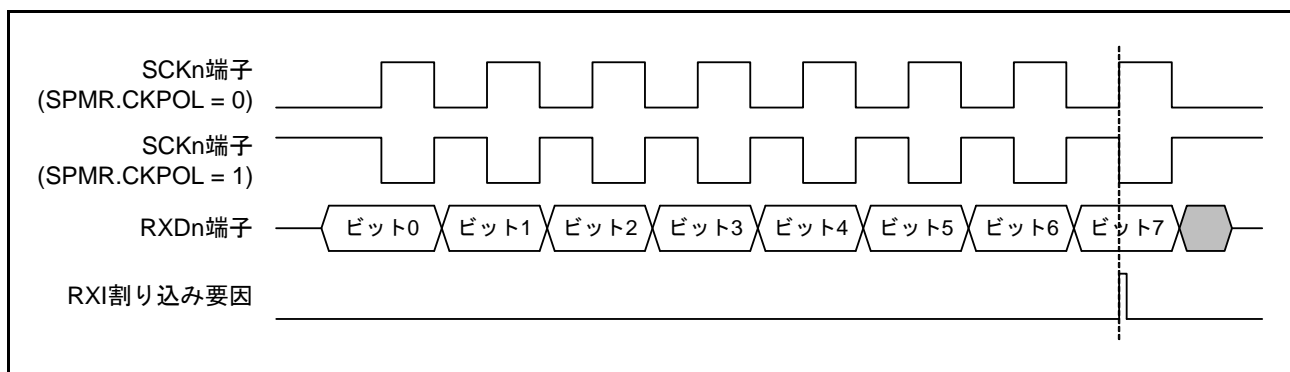

図 26.77 簡易 SPI モード（クロック遅れあり）RXI 割り込み発生タイミング
- クロック遅れあり設定 (SPMR.CKPH ビット = 1) の場合、図 26.77 に示すように SCKn 端子の最終クロックエッジ手前のクロックエッジで受信データフル割り込み (RXI) が発生します。このとき、SCR レジスタの TE、RE ビットを SCKn 端子の最終クロックエッジより前に“0”に設定すると SCKn 端子出力がハイインピーダンスとなり、最終送受信クロックのクロックパルス幅が短くなります。また、RXI 割り込み後、SCKn 端子の最終クロックエッジより前に接続先スレーブに対する SSn# 端子入力信号を High にするとスレーブが誤動作する可能性があります。